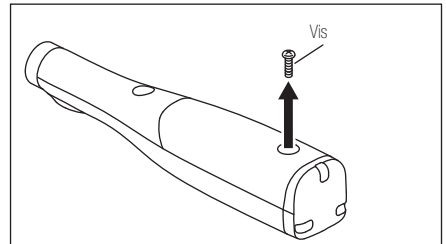

Fig. 14
- 3) Enlevez la vis fixant le couvercle des piles avec un tournevis Phillips. (Fig. 14)